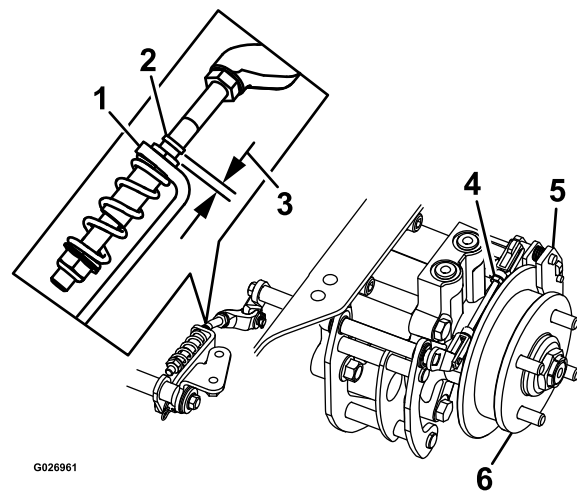

Figura 76
8. Compruebe si hay un espacio visible entre la escuadra y el tope del acoplamiento (Figura 76).